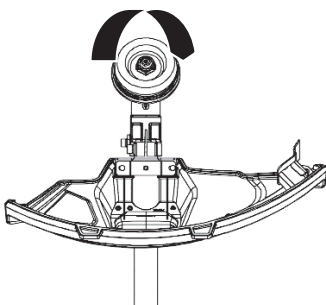

Рис. 3
1. Отсоедините гайку (по часовой стрелке), пылезащитную крышку и опорную пластину от корпуса редуктора (рис. 3 и 4).